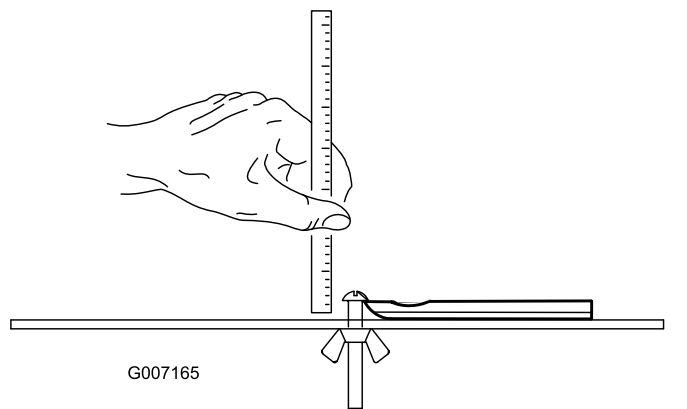

图26
**注意** 请参看底刀底部了解所有底刀使用极限衡量参数 图26